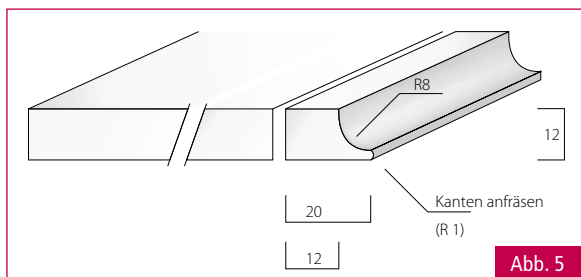
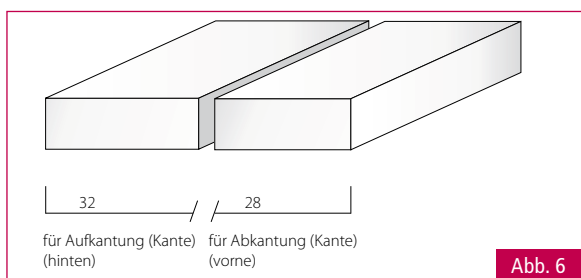
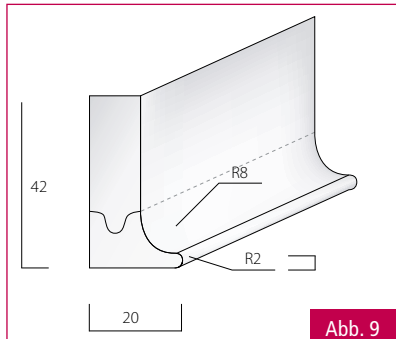
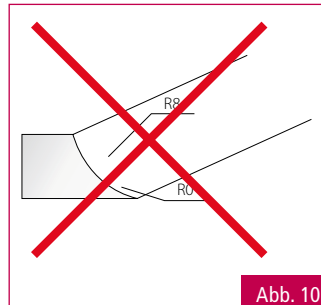

Abb. 5
Abb. 6
Abb. 9
Abb. 10
Bringen Sie ca. alle 8 bis 10 cm Zwingen an. Setzen Sie die Zwingen NICHT mit zu hohem Druck an. **Fig.5.** Wenn der HI-MACS®-Klebstoff ausgehärtet ist (nach ca. 35min. und bei etwa + 18°C), drehen die Platte um und befräsen Sie die Kante entweder mit einem Bündigfräser und einem Profilfräser oder bearbeiten Sie die Kante weiter an einer Tischfräse oder auf einem CNC Bearbeitungszentrum. **Fig 6**
3. Abschnitt mit der benötigten Breite ( $B = 20\text{mm}(22\text{mm})$ ) vom 160mm breiten Streifen abschneiden (**Abb. 5**).
4. Streifen für den Sockel zuschneiden: ( $32\text{mm}(30\text{mm})$ ) (**Abb. 6**).
7. Streifen der Aufkantung (**Abb. 5**) mit Hohlkehlstreifen (**Abb. 6**) verbinden/kleben (**Abb. 9**). Nach dem Aushärten plan- und sauberschleifen. Mindestens 2mm Überstand an der Hohlkehle stehen lassen. Niemals auf „0“mm (**Abb. 10**) arbeiten.